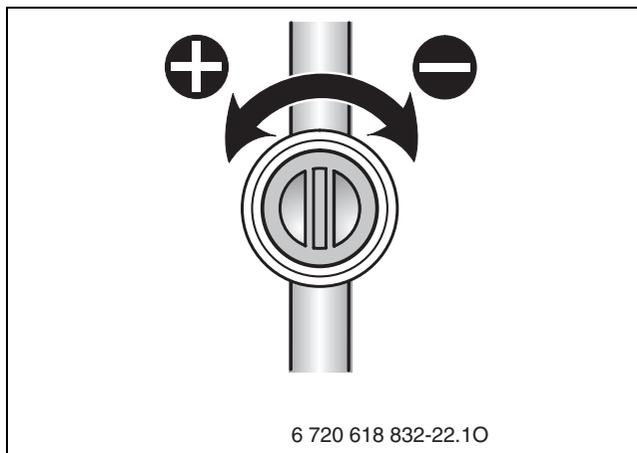

Fig. 39
- ▶ Agendo sulla valvola di regolazione della portata del gas (fig. 39), impostare il valore di CO2 corrispondente alla potenza termica nominale risc., come da tabelle 19 o 20.